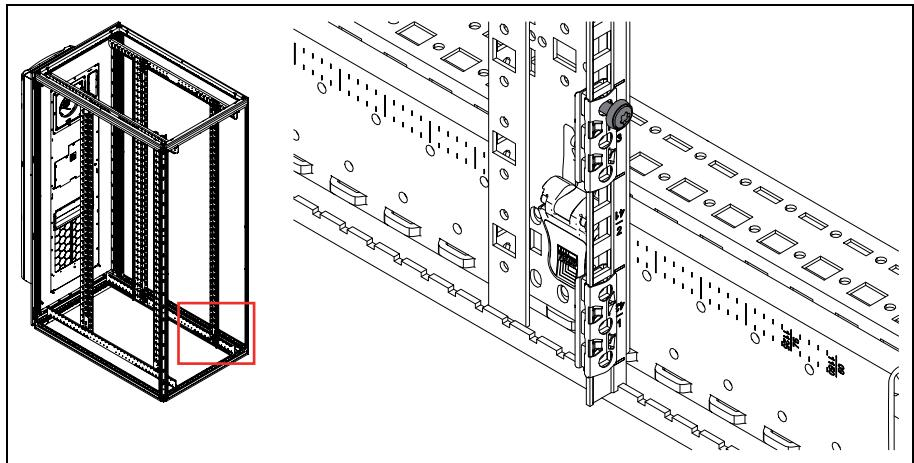
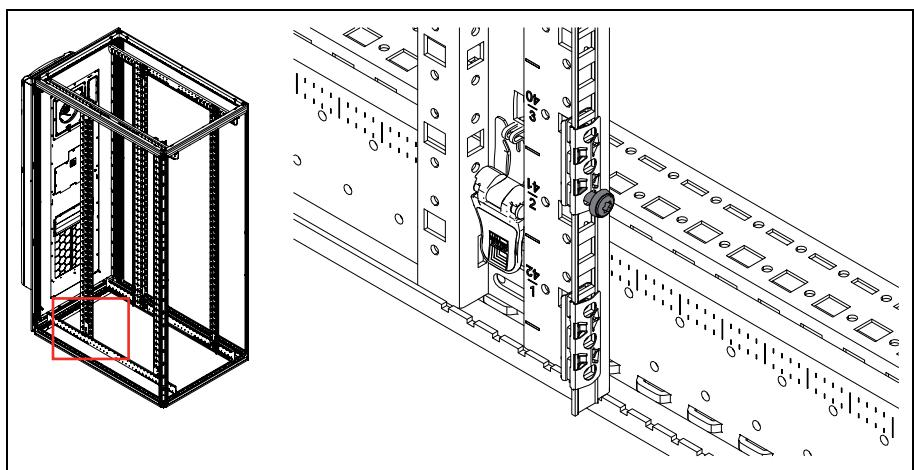

Abb. 5: Einsetzen Schrauben vorne
Abb. 6: Einsetzen Schrauben hinten
Die Schrauben müssen an den vorderen und hinteren 19"-Vertikalschienen auf der linken und rechten Seite gemäß Abb. 5 und Abb. 6 eingeschraubt werden.
- Hängen Sie den Luftkanal danach auf der Rack-Vorderseite mit den Schlüssellochern in die vorab eingedrehten Schrauben ein (Abb. 5 und Abb. 6).